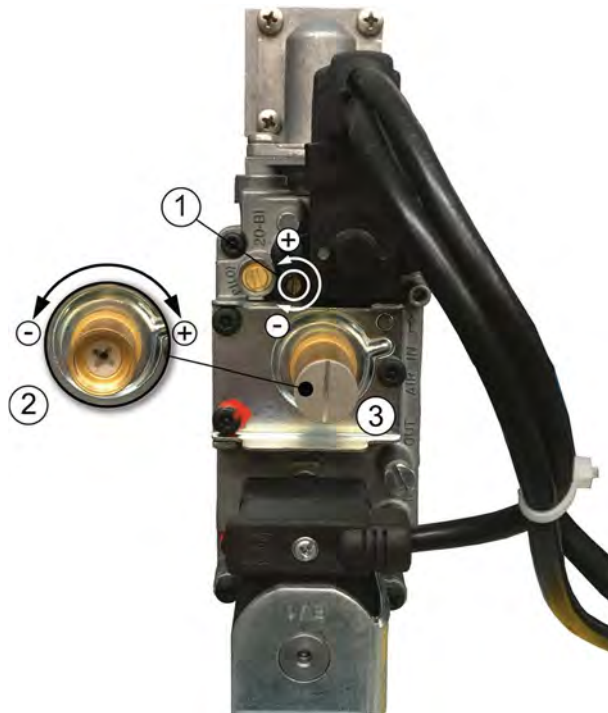

Fig 61
Débit maxi : faire tourner la vis plate (1) de l'électrovanne (fig. 61) dans le sens **antihoraire** afin d'augmenter la pression.
Débit mini : enlever le bouchon à vis plate (3) puis faire tourner la vis cruciforme (2) de l'électrovanne (fig. 61) dans le sens **horaire** afin d'augmenter la pression.